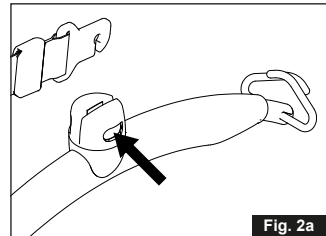

Fig. 2a
1. Drücken Sie die gelbe Taste und halten diese gedrückt. Fügen Sie den Hebegurt in den Schlitz, der oberen Abdeckung des Aufhängebügels ein. (Abb. 2a - 2b).